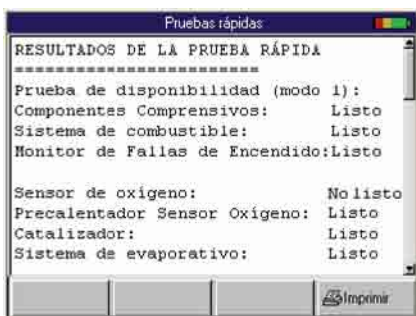

Figura 3.13: Pantalla Pruebas Rápidas (Quick Tests)
- Si los mensajes “Ejecutando Pruebas Rápidas” (Performing Quick Tests) y “Resultados de Pruebas Rápidas OBD-II” (Quick Test Results) aparecen (Figura 3.13), continúe con Paso 3: Ver Resultados de Prueba Rápida OBD II en la página 20.